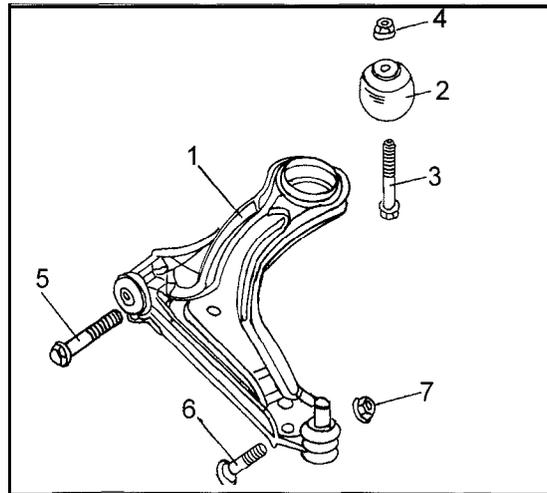

Bild 270
- Die Befestigungsweise der Querlenker ist in Bild 270 zu sehen. Der Querlenker ist nur noch an der Aussenseite mit dem Federbein verbunden. Eine Klemmschraube mit Mutter hält den Zapfen des unteren Kugelgelenks in der Unterseite des Achsschenkels. Die Bundmutter (7) ist selbstsichernd und muss nach Lösen immer erneuert werden.